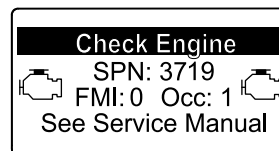

Figure 54
- Si une régénération de récupération est nécessaire, l'InfoCenter affiche l'avertissement SPN 3719, FMI 16 (Figure 54) et l'ordinateur du moteur réduit la puissance du moteur à 85 %.